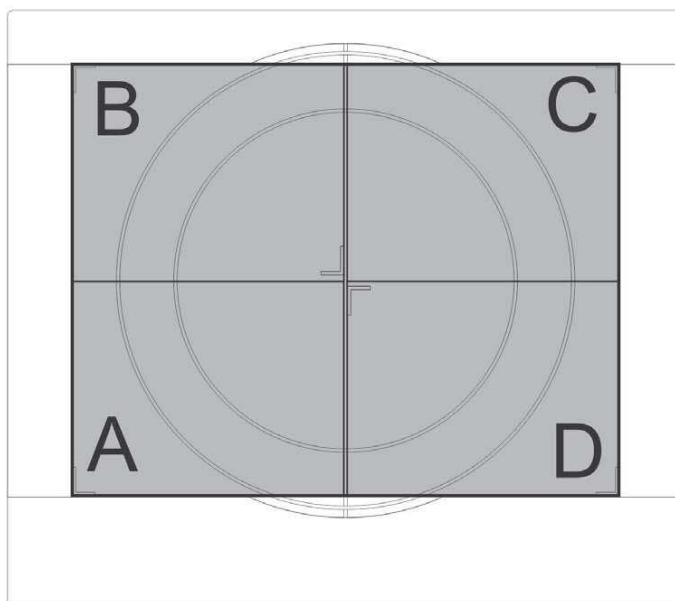

Fig.7 - Abb.7 - Afb. 7 - Рис. 7 - Rys. 7 - Kuva 7. - 图7 - 7. 罫ら - Ек. 7.
Existen varias combinaciones posibles de las zonas de cocción: **Zona individual** (Fig. 7-A)
**Zona doble** (Fig. 7-B)
**Zona total** (Fig. 7-C)